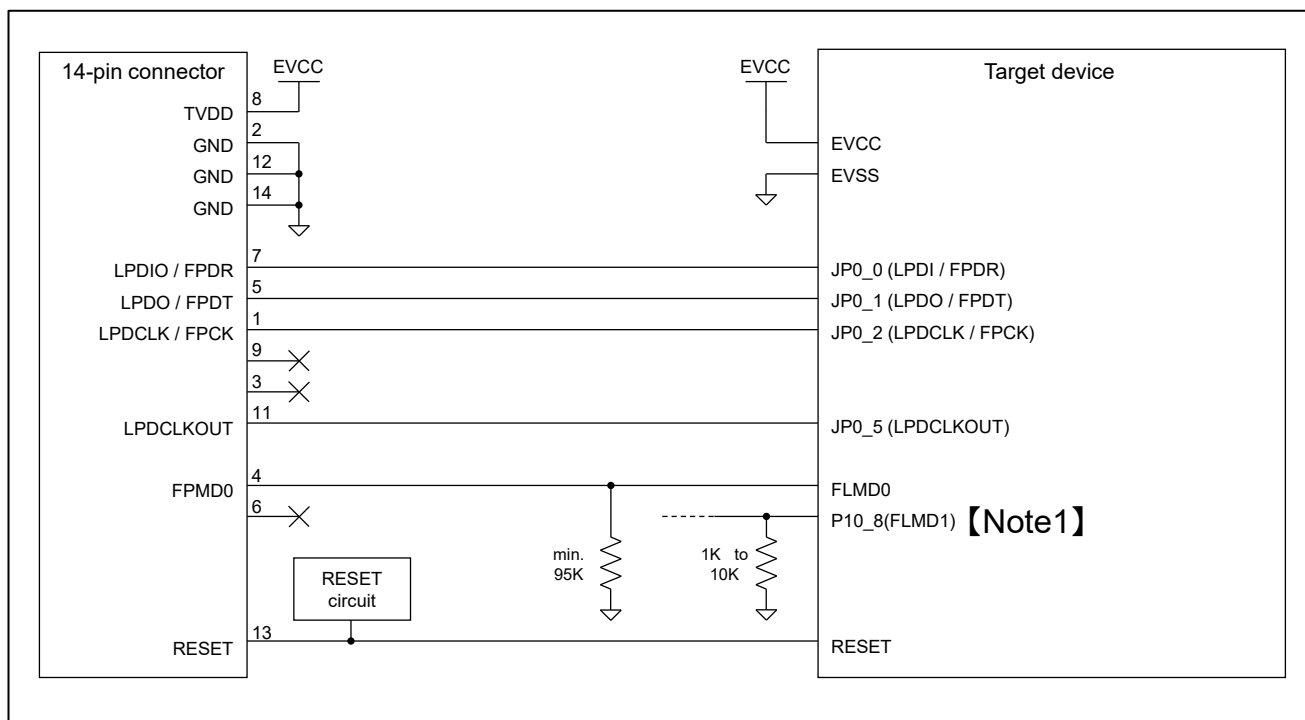

図 2-4 接続例
デバッグ (LPD4pin) とプログラミング (1wireUART または 2wireUART) の両方	図 2-4
- 【Note2】JP0\_0のプルアップ処理は、LPD1pinを使用する際にのみ必要です。LPD1pinを使用する予定がない場合は、図 2-4に従ってください。